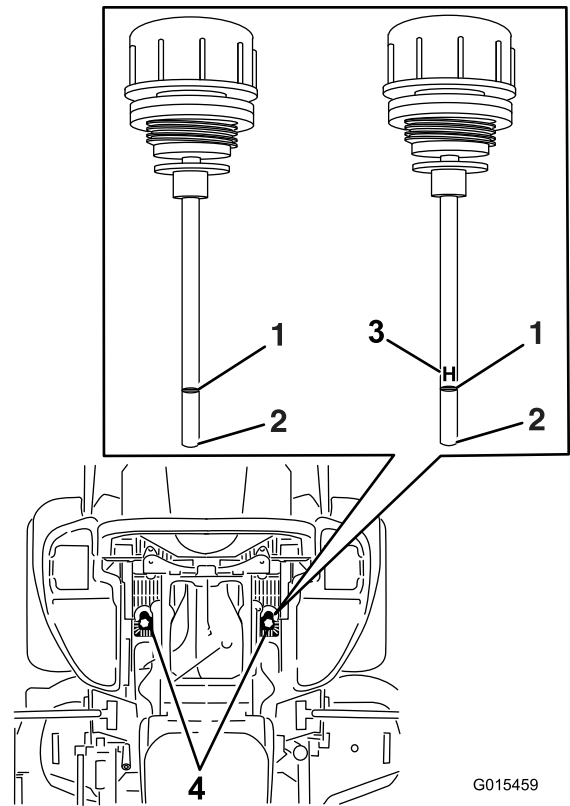

Figura 89
6. Limpie la zona alrededor de las varillas de los depósitos del sistema hidráulico (Figura 89).
7. Retire una varilla del depósito hidráulico (Figura 89).
9. Retire la varilla e inspeccione el extremo (Figura 89).